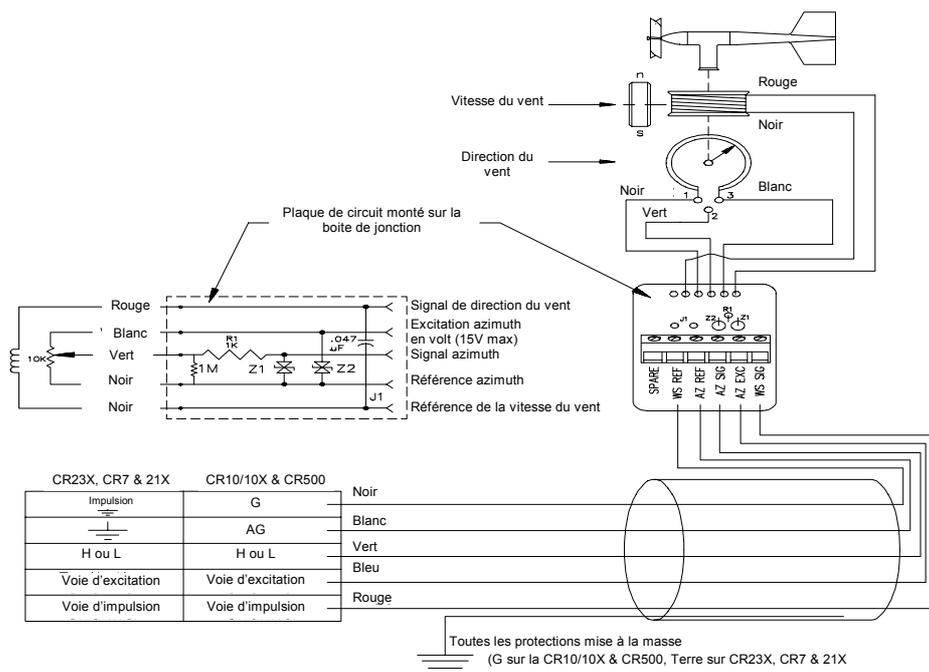

Figure 3 : Circuit du Moniteur de Vent et schéma de câblage
3. Branchez le câble du capteur aux bornier de la boîte de jonction (voir Figure 3).
5. Câblez le Moniteur de Vent vers la centrale d'acquisition de données (voir Figure 3).